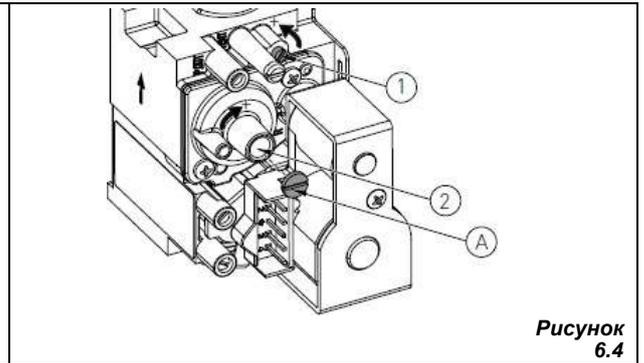

Рисунок 6.4
после чего проверьте, соответствует ли значение CO₂ тому, что приведено в главе «Технические характеристики», в противном случае открутите защитный винт «А» и отрегулируйте при помощи ключа шестигранника на 4 винт «2» регулятора смещения (Рисунок 6.4). Для того чтобы увеличить значение CO₂, необходимо вращать винт по часовой стрелке, а чтобы его уменьшить – против часовой стрелки. После завершения регулировки закрутите защитный винт «А» на регуляторе смещения.
- Проверьте, соответствует ли значение CO₂ тому, что приведено в главе «Технические характеристики», в противном случае отрегулируйте винт «1» регулятора подачи газа (Рисунок 6.4). Для того чтобы увеличить значение CO₂, необходимо вращать винт против часовой стрелки, а чтобы его уменьшить – по часовой стрелке.